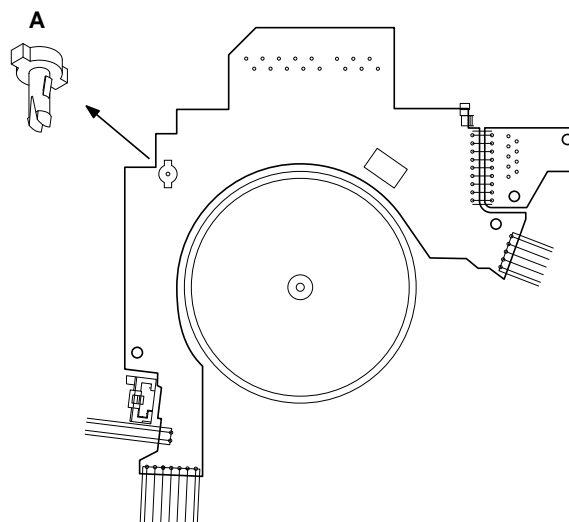

Fig. 16
- Sensorplatten-Einheit mit Spreizanker A (Fig. 16) heraushebeln.
- Lift off the sensor print assembly with the expanding arbor A (Fig. 16).